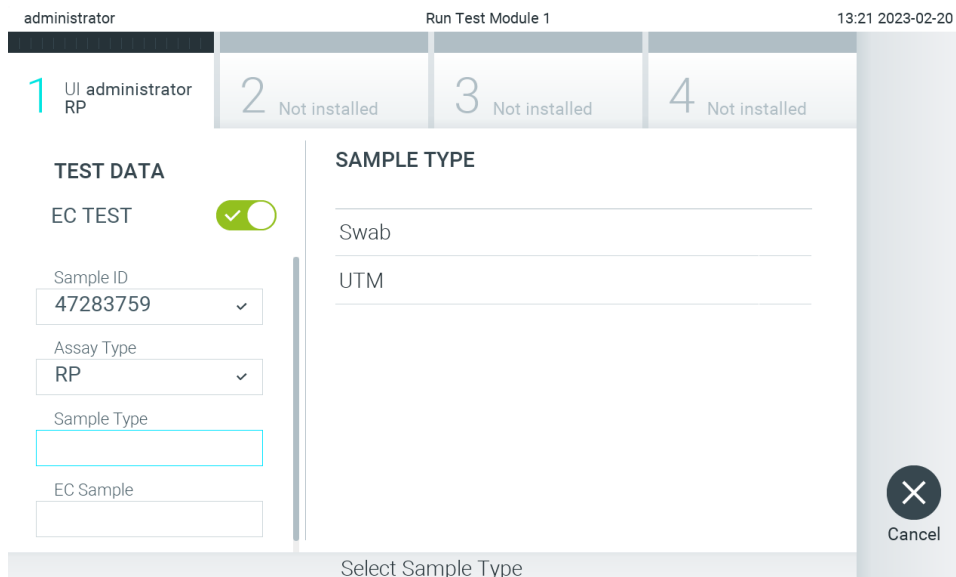

Figura 94. Selectarea unui tip de probă.
5. Dacă este necesar, selectați tipul de probă corespunzător din listă (Figura 94).